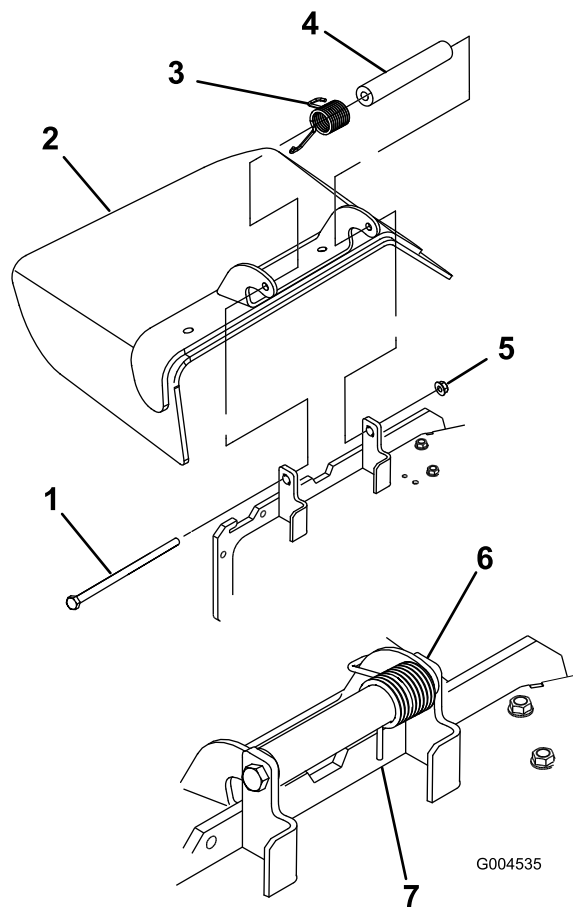

Figura 60
1. Retire la contratuerca, el perno, el muelle y el espaciador que sujetan el deflector a los soportes de pivote (Figura 60). Retire el deflector de hierba dañado o desgastado.
Nota: Asegúrese de colocar el extremo del muelle detrás del reborde de la plataforma antes de instalar el perno, según se muestra en Figura 60.
3. Instale el perno y la tuerca. Coloque el extremo del muelle alrededor del deflector de hierba (Figura 60).